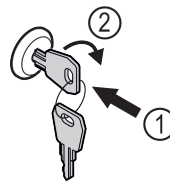

Fig. 96
- ▶ Schlüssel hineindrücken Fig. 96 (1).
- ▶ Schlüssel um 90° im Uhrzeigersinn drehen Fig. 96 (2).